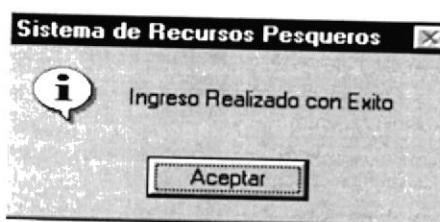

Figura 10.68 Mensaje de Ingreso
2. Si se guarda uno o unos requisitos nuevos se mostrará el siguiente mensaje (ver figura 10.68).